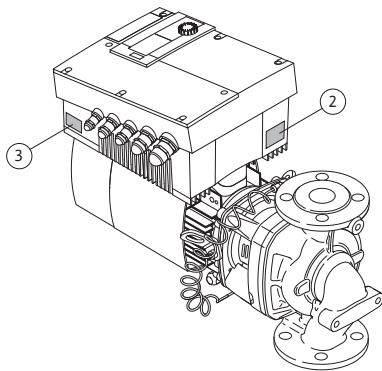

Fig. 12: Disposition des plaques signalétiques : plaque signalétique Drive, plaque signalétique du module électronique
- La plaque signalétique Drive se trouve sur l'inverseur du côté des passe-câbles (fig. 12, pos. 3). Le raccordement électrique doit être effectué conformément aux indications de la plaque signalétique Drive.